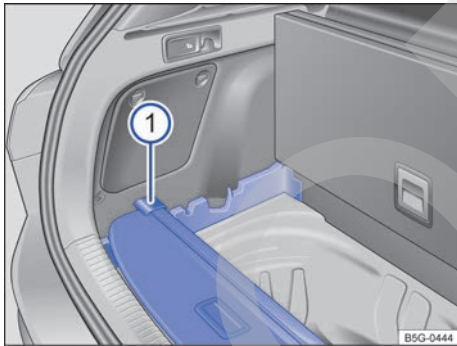

Fig. 99 Debajo del piso variable del maletero: guardar el tapamaaletero.
- Deposite el tapamaaletero desmontado ⇒ fig. 99 ① sobre los rebajes traseros de las bases laterales, tal y como se muestra en la figura.